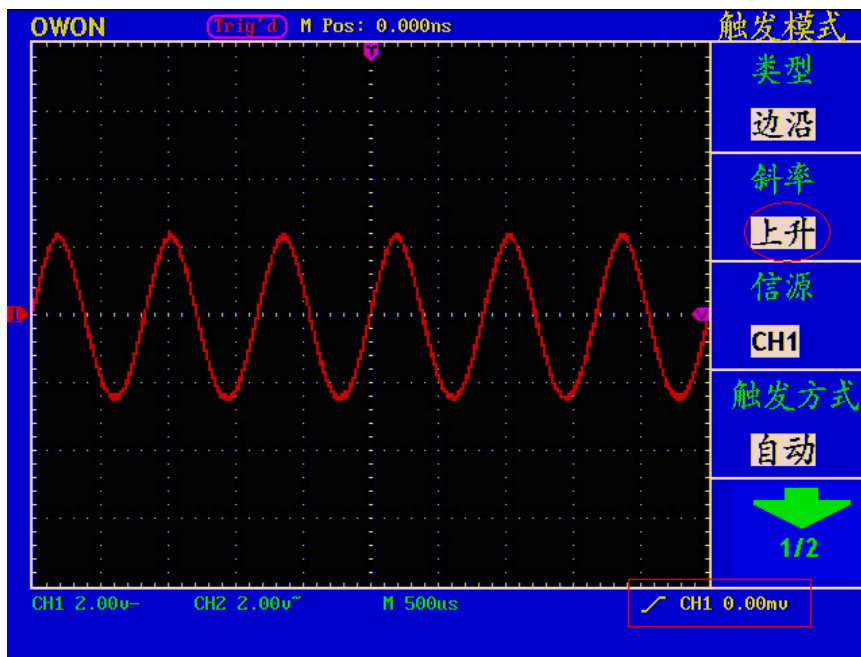

图 39：上升沿触发波形
- 5、按 **F4** 菜单选择按键，选择触发方式为 **自动**。屏幕显示见图39。